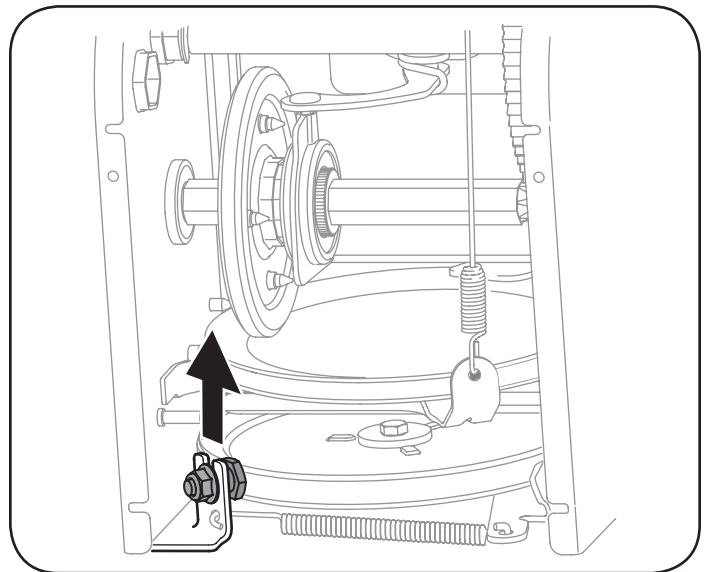

Figura 31
7. Afloje y retire el tornillo con reborde que actúa como guarda de la correa. Vea la Figura 31.